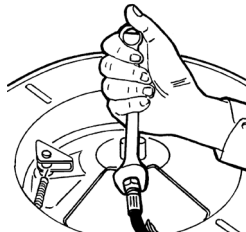

FIG 5
6. Take out the drum and unscrew the internal fitting. Fig.5.
5. Dra ut slangen och montera bort slangen från trumman. Fig.5.